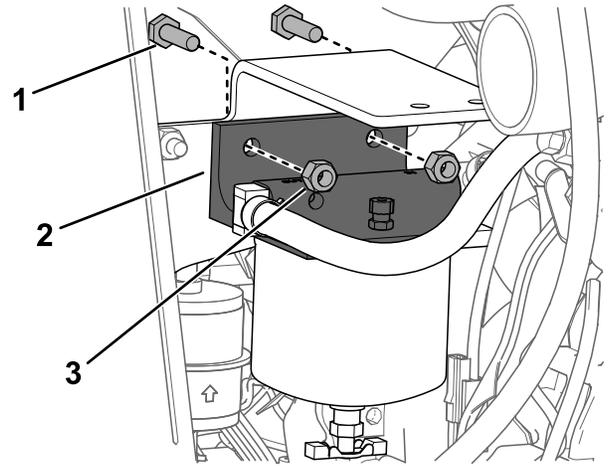

图 21
在此程序中使用图 1和图 21 到图 25。
17. 将燃油滤清器罐安装到板上，如图 21所示。